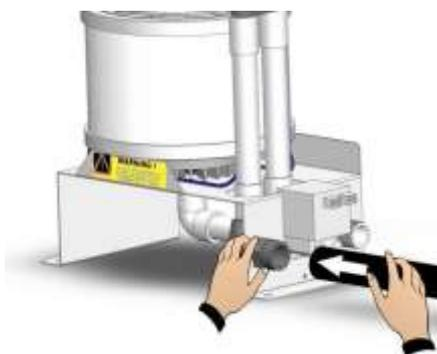

Fig. 18
3. Collegare il tubo di scarico acqua di drenaggio al manicotto di diametro 25mm fissandolo con l'apposita fascetta in dotazione (fig. 18 e 19).